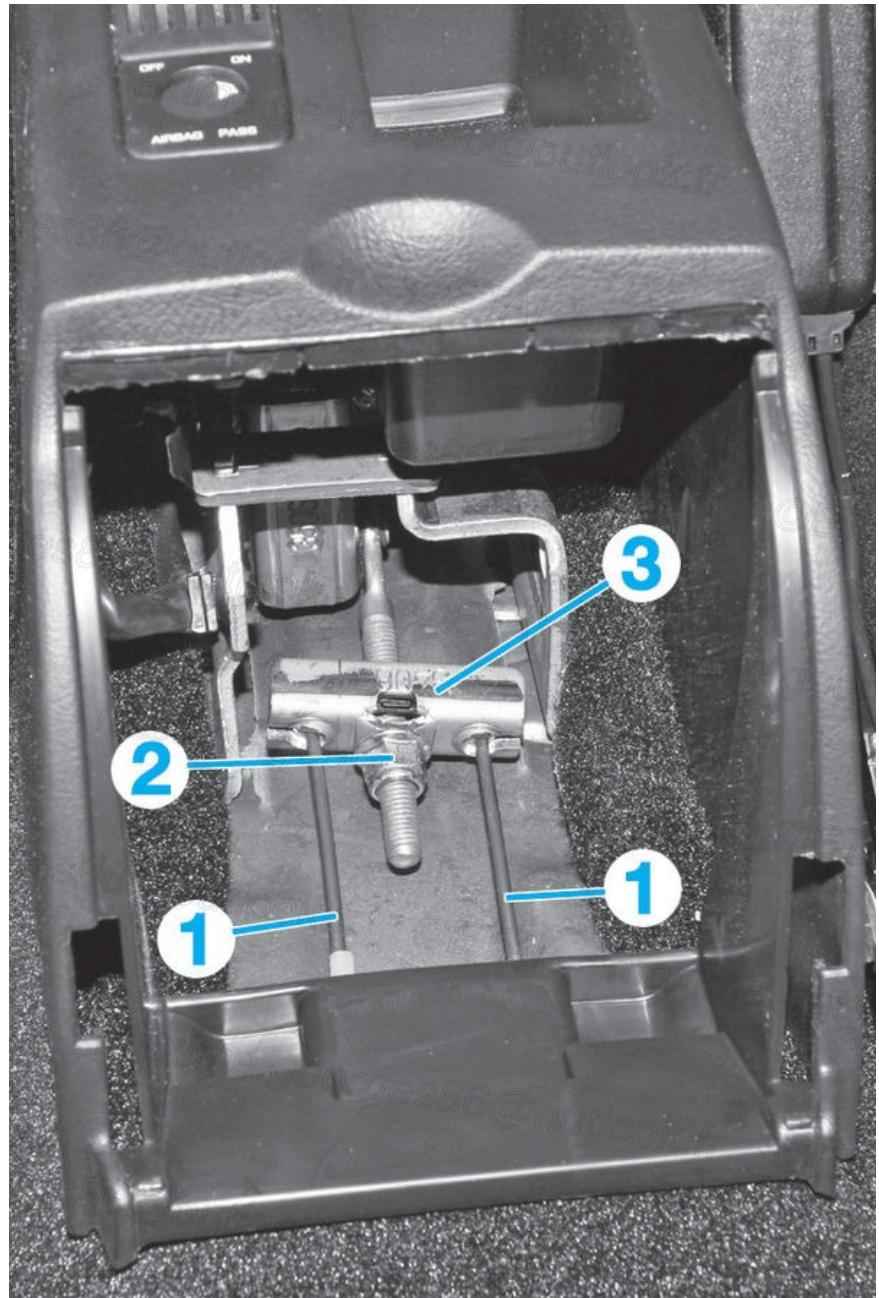

Fig.19
- Détendre les câbles secondaires (1) en dévissant l'écrou (2) (Fig.19) (/media/RTA/RTA\_714/RTA714A-007-019X.jpg).